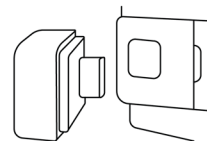

рис. 3
7. Извлеките аккумулятор из зарядной станции и установите обратно в прибор (рис. 3). Отключите сетевой адаптер от сети, если Вы не используете его в течение длительного периода времени.